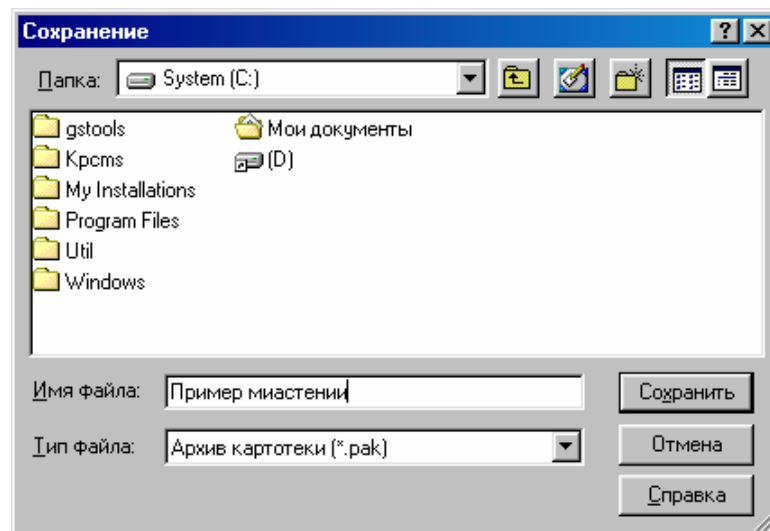

Рис. 3.67
- Нажмите кнопку **В архив...**, в появившемся диалоговом окне укажите название файла для сохранения (Рис. 3.67) и нажмите кнопку **Сохранить**.